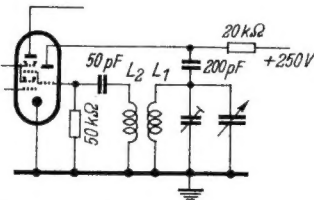
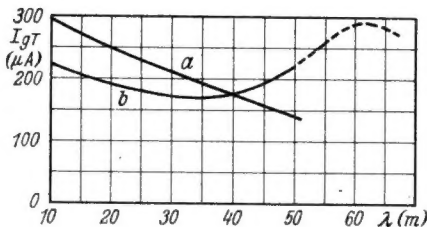

Bild 1. Übliche Oszillatorschaltung für den Kurzwellenbereich
Bild 2. Abhängigkeit des Oszillatorgitterstromes von der Wellenlänge
Bild 1 zeigt die übliche Oszillatorschaltung. Bei 6 MHz beträgt der Resonanzwiderstand des Oszillatorkreises etwa 5 kΩ, während er bei 20 MHz bis auf etwa 15 kΩ ansteigt. Die üblichen Mischröhren benötigen für größte Mischteilheit und geringstes Rauschen eine Oszillatorspannung ($I_{gT} \times R_{gT}$) von etwa 10 V, also bei
- a) für die Schaltung nach Bild 1 (Schwankung + 45% bis -30% vom Sollwert 200 μA)
$R_{gT} = 50 \text{ k}\Omega$ einen Gitterstrom von $I_{gT} = 200 \text{ }\mu\text{A}$. Bei der in Bild 1 dargestellten Schaltung erfordert dies eine sehr feste Rückkopplung. Deshalb wird meist die Windungszahl der Rückkopplungsspule ebenso groß gemacht wie die der Schwingkreis-spule. Trotzdem bleibt der Gitterstrom bei 6 MHz noch erheblich unter dem günstigsten Wert, so daß die Mischteilheit absinkt, das Rauschen steigt und der Anodenstrom der Oszillatortriode in vielen Fällen den mit Rücksicht auf die Lebensdauer zulässigen Höchstwert von etwa 6 mA überschreitet. Andererseits ist die Rückkopplung dann am kurzwelligen Ende (20 MHz) zu fest, so daß die Gefahr des Überspringens (periodisches Aussetzen des Oszillators durch Auftreten von Kipp-schwingungen) besteht und der Gitterableitwiderstand verringert werden muß. Eine zu große Oszillatoramplitude hat außerdem vermehrte Pfeifstellen zur Folge. Durch die feste Rückkopplung wird die Änderung der Gitter-Katodenkapazität, die beim Regelvorgang auftritt, praktisch in ihrer vollen Größe auf den Schwingungskreis übertragen, so daß der Schwundausgleich mit einer erheblichen Frequenzverwerfung (meist mehrere kHz am kurzwelligen Ende) verknüpft ist, wenn man nicht auf eine Regelung der Mischröhre im Kurzwellenbereich verzichtet. Es ist schwer, einen günstigen Kompromiß zu finden und wie Kurve a in Bild 2 zeigt, ist auch hierbei noch die Änderung der Oszillatoramplitude etwa 1:2.
Eine Schaltung, die die beschriebenen Nachteile nicht aufweist, ist in Bild 3 dargestellt. Die Rückkopplungsspule liegt nicht direkt am Gitter, sondern es ist der Serienresonanzkreis L_3, C dazwischen geschaltet. Seine Resonanzfrequenz liegt etwas unter der niedrigsten Frequenz des Empfangsbereichs, also bei 4,75 MHz bzw. 63 m, wenn der Empfangsbereich bis 6 MHz bzw. 50 m reicht. Am kurzwelligen Ende, bei 20...25 MHz, ist der Serienkreis praktisch unwirksam, so daß nun die Rückkopplung nur so fest gemacht zu werden braucht, wie es für eine ausreichende Amplitude notwendig ist, d. h. man benötigt nur halb so viel Rückkopplungswindungen wie in der Schaltung nach Bild 1. Der Abfall der Amplitude nach längeren Wellen wird dadurch vermieden, daß bei Annäherung an die Resonanzfrequenz von L_3, C an L_3 eine überhöhte Spannung auftritt. Die Kurve b in Bild 2 zeigt den bei dieser Schaltung beobachteten Verlauf des Oszillatorgitterstromes. Sie liegt dicht bei dem Sollwert von 200 μA; die Schwankung von etwa 20% ist praktisch bedeutungslos. Ein Vergleich der Kurven a und b zeigt die beträchtliche Verbesserung, die nur eine zusätzliche Spule und einen Kondensator er-
Die Spule L_3 soll möglichst wenig mit L_1 und L_2 gekoppelt sein, man kann sie aber trotzdem ohne Bedenken auf denselben Spulenkörper wickeln. Wenn man die Induktivität von L_3 nicht ausreichend genau vorausbestimmen kann, ist es zweckmäßig, für C einen Trimmer zu benutzen, den man so einregelt, daß das in Bild 2 gestrichelt gezeichnete deutliche Maximum des Gitterstroms bei etwa 4,75 MHz, d. h. 63 m, auftritt. Die Rückkopplungsspule L_2 wird so bemessen, daß bei etwa 20 MHz, d. h. bei 15 m, der Gitterstrom den Sollwert von 200 μA erreicht. Alle genannten Frequenzen sind Empfangsfrequenzen. Die Oszillatorfrequenzen liegen um den Betrag der Zwischenfrequenz höher.